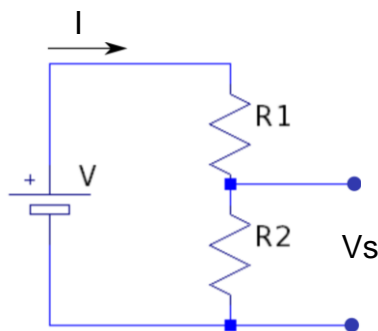

Figura 4: Esquema de circuito divisor de tensión.
Uno de los usos más habituales de resistencias en serie, es el del divisor de tensión (figura 4), que permite obtener a la salida del mismo (V_s) una fracción menor de la tensión total de la fuente (V). La relación entre estas tensiones viene dada por: